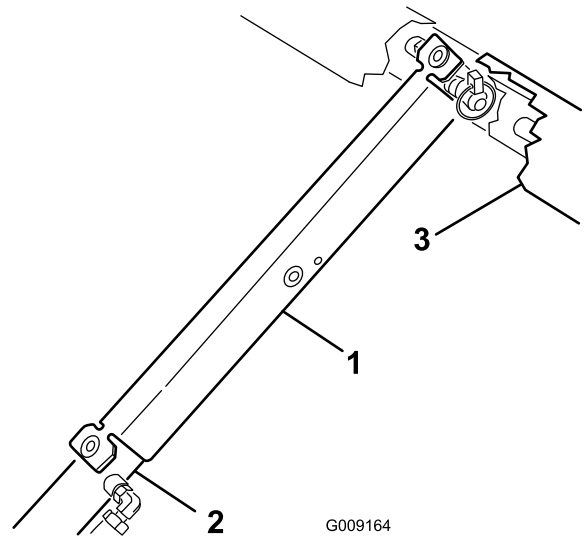

图29
3. 将货斗支架推入油缸杆并确保支架端凸耳靠在油缸筒和油缸杆头上 图29。